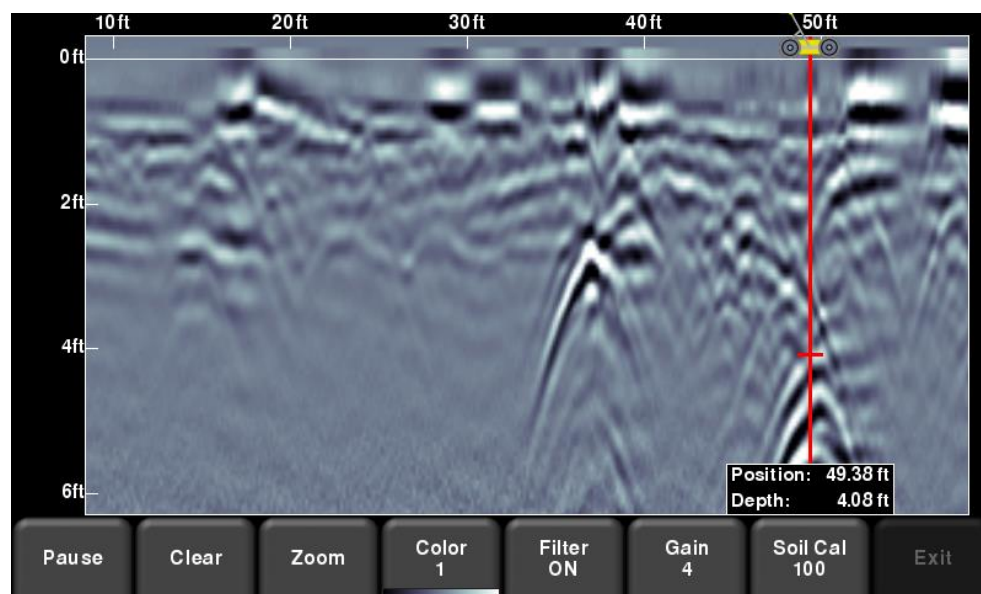

图 8-3: 倒退时的后退指示器
线扫描模式加入了后退功能, 可让您准确定位目标并在地面标记它们。在屏幕上采集一些数据后, 向后移动系统 (图 8-3)。
- **深度指示器：**一条短的水平线对应当前的深度值，如方框中的底部数字所示。要确定物体深度，可通过拖拽水平线到目标位置来向上或向下移动指示器（图 8-3）。也可以使用 4 方向键盘上的**向上**和**向下**箭头来移动。